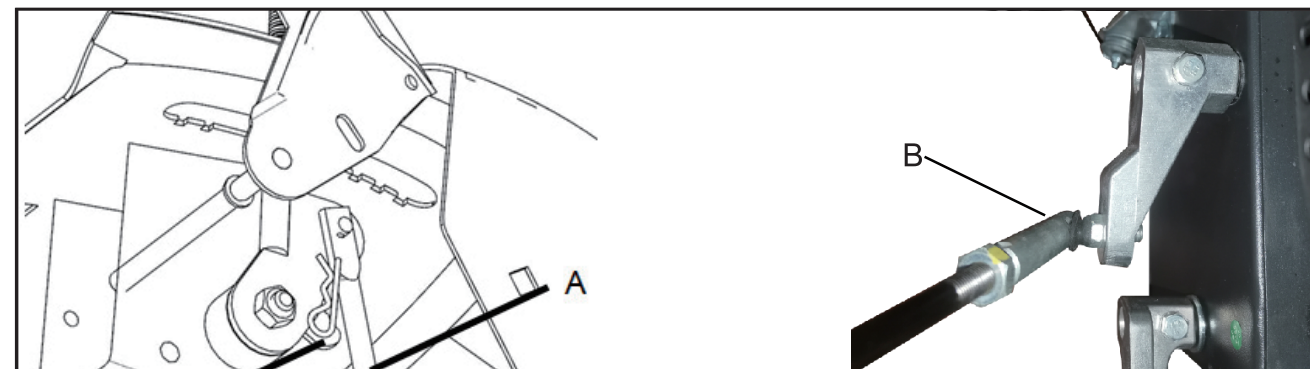

Рис. 4
1. Вставить угловой конец (Рис. 4В) тяги управления приводом в отверстие на рычаге (Рис. 4С), чтобы соединить его с коробкой скоростей, и закрепить его гайкой.
2. Вставить другой конец тяги управления (Рис. 4А) в отверстие в нижней части рычага переключения скоростей (Рис. 4D) и закрепить его на месте штифтом В.